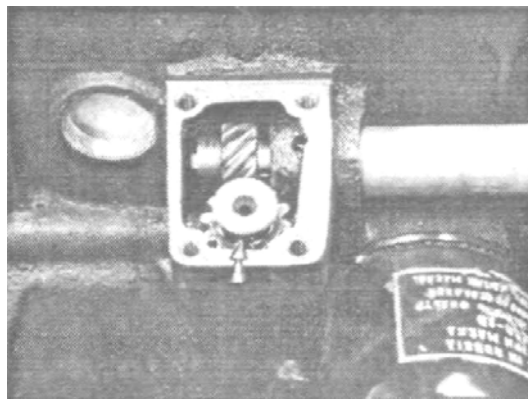

Рисунок 34 – Выемка привода масляного насоса
- снять крышку привода масляного насоса и вынуть шестигранный валик и привод масляного насоса (рисунок 34);